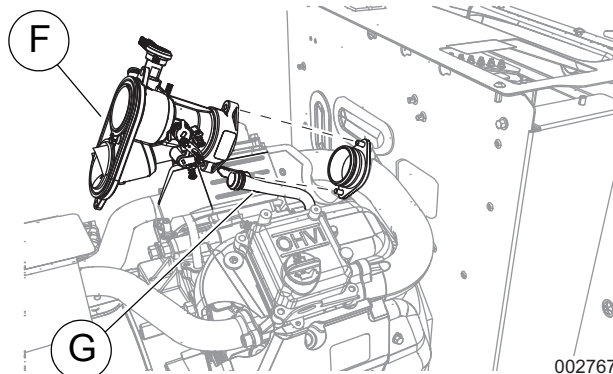

Figure 9. Débranchement du mélangeur
4. Voir la **Figure 9**. Débranchez et retirez le mélangeur (F) afin d'accéder au tuyau du reniflard (G).